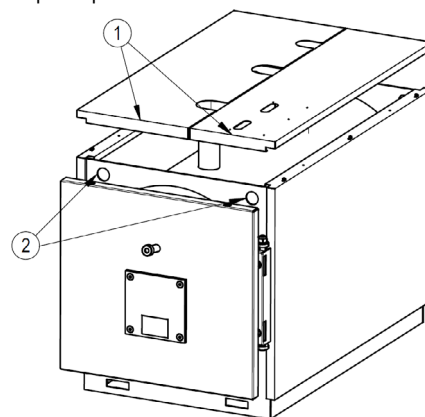

рис. 5
5.2.1 для моделей PREXTHERM RSW 92N÷600N (рис. 5)